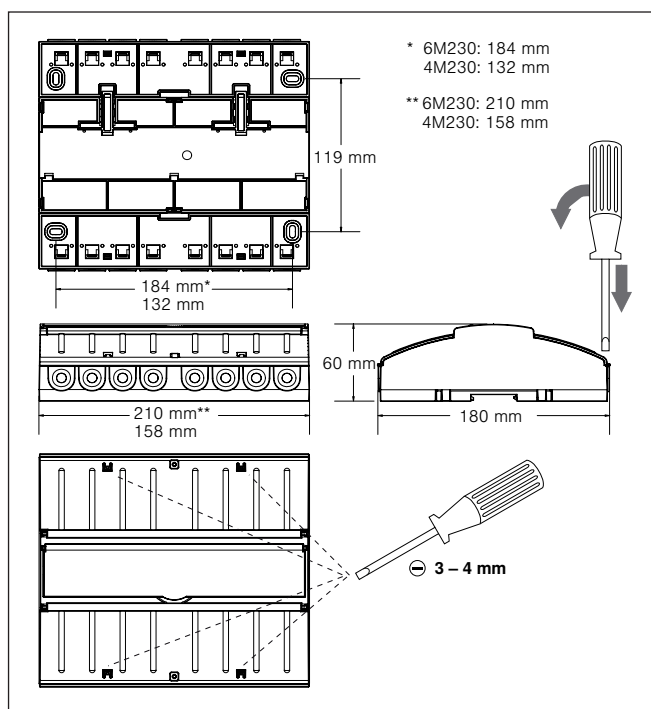

Abb. 4 Abmessungen AP-Gehäuse
- AP: Führen Sie einen Schlitzschraubendreher (Klinge 3 – 4 mm) in die jeweilige Deckelöffnung ein (siehe Abb. 4) und hebeln Sie den Klappdeckel vorsichtig auf. Wiederholen Sie den Vorgang für die zweite Öffnung des Deckels. Wenn beide Verrastungen gelöst sind, lässt sich der Deckel aufklappen. Den zweiten Deckel können Sie auf die gleiche Weise öffnen. Alternativ kann die AP-Variante auch auf einer Hutschiene (TH 35-15) montiert werden.
AP	siehe Abb. 4